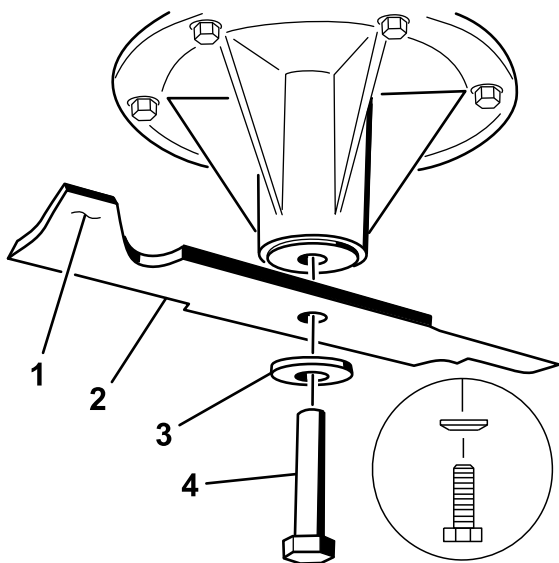

Figure 92
2. Enlevez de l'axe, le boulon, la rondelle bombée et la lame (Figure 92).